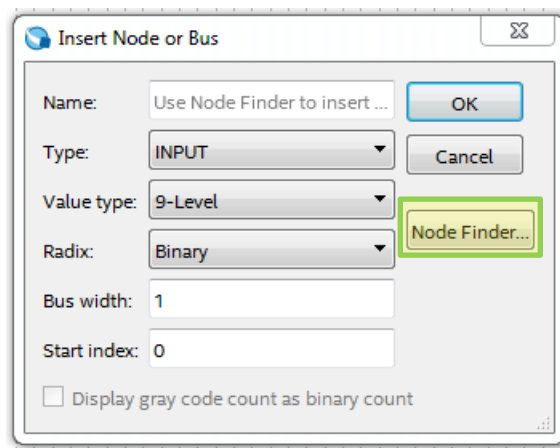
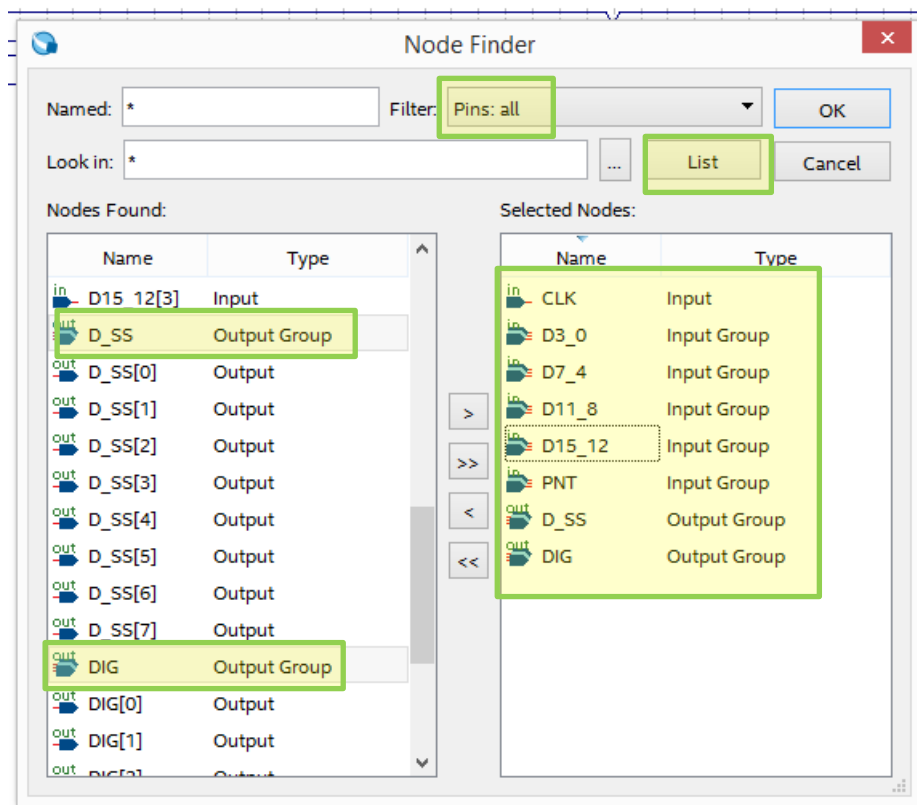

Рис.34 Окно выбора сигналов **Node Finder**
Рис.35 Выбор сигналов для симуляции
6.6. Задайте в колонке редактора **Name** имена выводов и сигналов проекта. Для этого выполните: **Edit-> Insert-> Insert Node or Bus** (или в поле колонки «Name», кликните ПКМ и выберите из выпадающего списка «**Insert Node or Bus**»). В появившемся окошке (рис. 34) выберите «**Node Finder...**». Далее в появившемся окошке **Node Finder** в окошке **Filter** выберите «**Pins: all**», нажмите «**List**». В окошке **Nodes Found** выделите необходимые сигналы и перенесите в окошко **Selected Nodes** с помощью кнопки  (по одному сигналу или группу выделенных сигналов, при этом можно сразу упорядочить сигналы, чтобы было удобней наблюдать их при анализе результатов симуляции) или кнопку  (все сигналы) (рис. 35). Попробуйте сразу упорядочить сигналы, это позволит при анализе эюр сигналов лучше понять работу схемы. Многозарядные сигналы целесообразней отображать как группу. Далее дважды выполните «**Ok**».